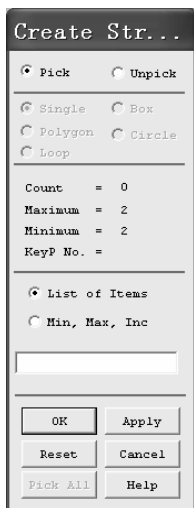

图 2-4 “Create Str...”窗口
(10) 依次选择 Preprocessor>Modeling>Create>Lines>Straight Line，弹出“Create Str...”窗口（见图 2-4）。